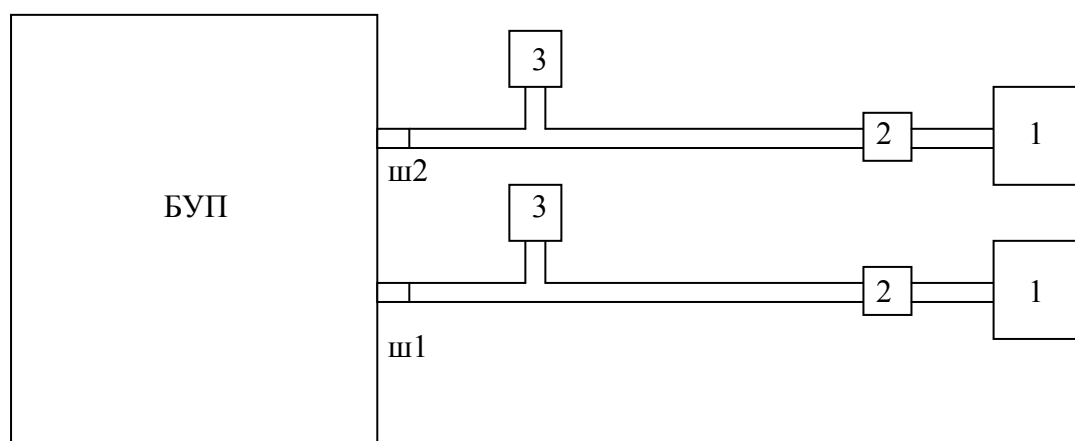

Рисунок 2. Схема подключения баллонов с нулевым газом или азотом к БУП
2.3.4 Схема подключения баллонов с газом-разбавителем приведена на рис. 2.
2.3.5 В случае присутствия в рабочем помещении следов фтористого водорода подключить ко входному штуцеру 1 "ВХОД ЛИН. ГЕН." на задней стенке БУП баллон с нулевым газом или азотом под давлением через вентиль плавной регулировки и тройник с выходом на индикатор расхода, как показано на рис. 2.
2.3.6 Подключить к входному штуцеру 2 "ВХОД ЛИН. РАЗБ." на задней стенке БУП баллон с нулевым газом или азотом под давлением через вентиль плавной регулировки и тройник с выходом на индикатор расхода, как показано на рис. 2.